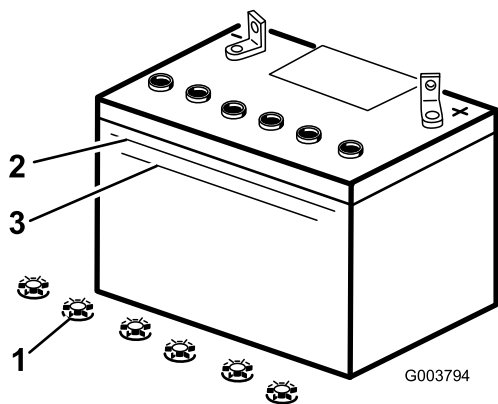

Рисунок 37
- Посмотрите на боковую стенку аккумулятора. Уровень электролита должен доходить до линии Upper (Верхний) (Рисунок 37). Следите за тем, чтобы уровень электролита опустился ниже линии Lower (Нижний) (Рисунок 37).
- Снимите крышки заливных горловин аккумулятора (Рисунок 37).
- Медленно залейте дистиллированную воду во все банки аккумулятора до тех пор, пока уровень электролита не дойдет до линии Upper (Рисунок 37) на корпусе аккумулятора.
- После заполнения банок аккумулятора подождите пять или десять минут. В случае необходимости добавьте дистиллированную воду, пока уровень электролита не дойдет до линии Upper (Рисунок 37) на корпусе аккумулятора.